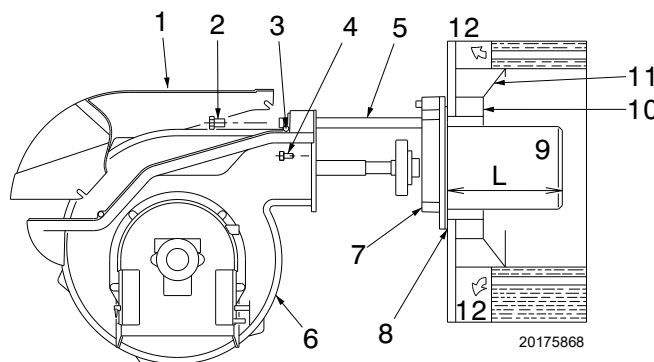
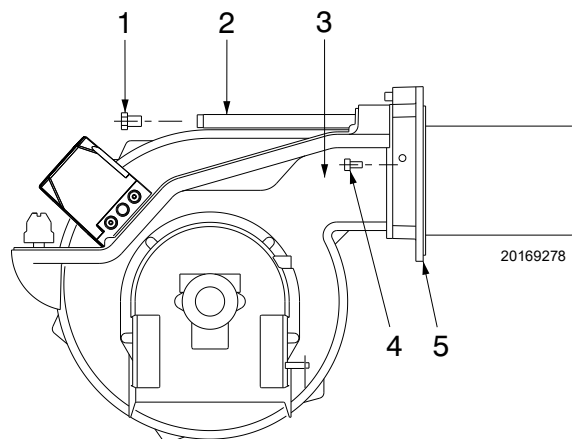

Abb. 12
Abb. 16
Für Heizkessel mit wassergekühlter Frontseite ist die Verkleidung mit feuerfestem Material 10)-11)(Abb. 12) nicht notwendig, sofern dies nicht ausdrücklich vom Kesselhersteller verlangt wird.
Schließlich den Brenner 3)(Abb. 16) wieder auf den Führungen 2) montieren und bis zum Flansch 5) schieben, **wobei er leicht anzuheben ist, um zu vermeiden, dass die Flammenstabilitätsscheibe das Flammrohr berührt.**
- den Brenner an den Führungen 2)(Abb. 16), wie auf der Abb. 12 auf Seite 16 gezeigt, öffnen.